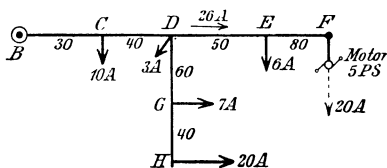

Abb. 267. Verteilungsleitung mit Stichleitung zu Aufgabe 330
330. Einer Verteilungsleitung wird im Punkt  $B$  Strom zugeführt, der in den Punkten  $C, D, E, F$  in der in Abb. 267 eingezeichneten Stärke entnommen wird. Außerdem zweigt in  $D$  die Verteilungsleitung  $\overline{DH}$ , auch Stichleitung genannt, mit ihren Stromabnahmestellen  $G$  und  $H$  ab. Welchen Querschnitt erhalten die beiden Leitungen  $\overline{BF}$  und  $\overline{DH}$ , wenn die Netzspannung 225 V und der Spannungsverlust  $\delta_{\max} = 6 \text{ V}$  beträgt.
was in Abb. 267 bei  $F$  angeschrieben steht. Mit diesen Werten wird nach (IV)